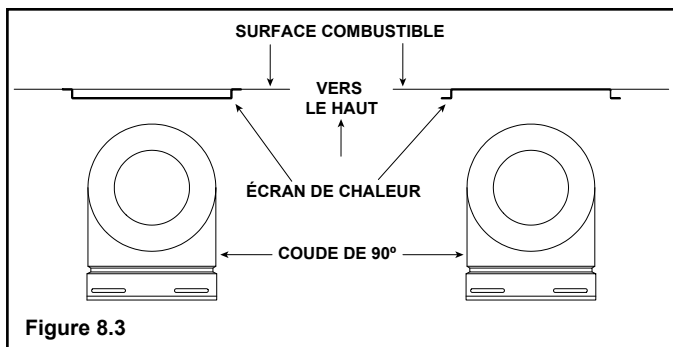

Figure 8.3
- Fixer l'écran en place à l'aide des quatre avant-trous de la pièce. L'écran doit être orienté de manière à ce que le segment de 333,38 mm (13-1/8 po) (le segment le plus long) soit dans le même sens que le coude. L'écran doit être centré directement au-dessus du coude et placé de manière à créer un vide d'air de 12,7 mm (1/2 po) entre l'écran et la surface combustible. Voir la figure 8.3.